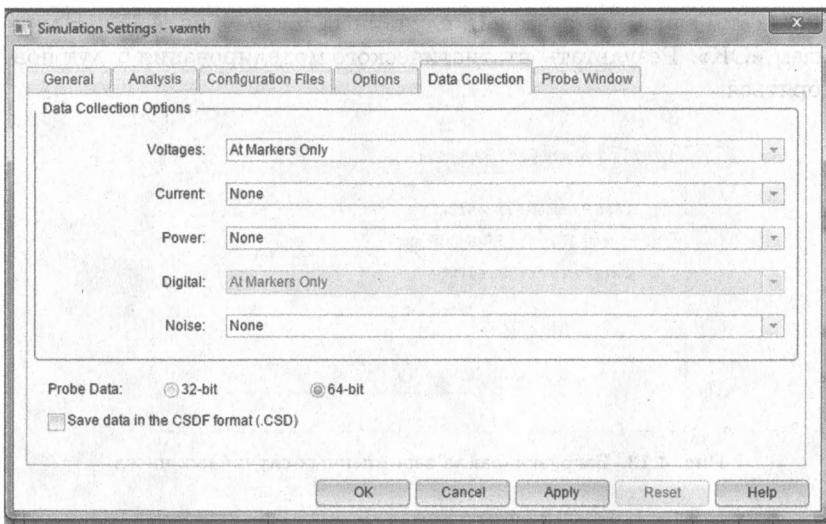

Рис. 4.15. Сбор данных только напряжений с маркеров
1. В меню PSpice выберите Edit Simulation Profile и на вкладке Data Collection установите только Voltages > At Markers Only. Остальные данные не будут вычисляться. Нажмите OK (рис. 4.15).